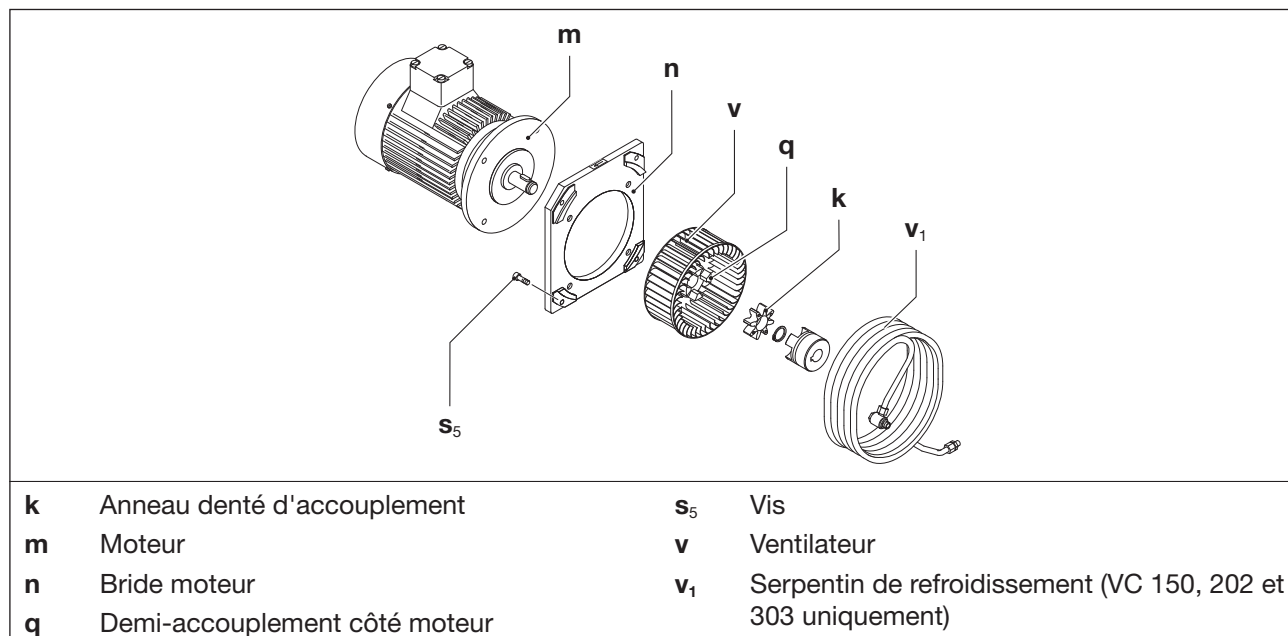

Fig. 9 Accouplement
L'anneau denté d'accouplement (Fig. 9/k) est sujet à l'usure et doit être contrôlé régulièrement (au moins 1 fois par an). À cette occasion, nettoyez toujours le serpentin de refroidissement (Fig. 9/v1) par soufflage.
- Desserrer les vis (Fig. 9/s5) de la bride moteur (Fig. 9/n).
- d) Extrayez dans le sens axial le moteur avec le demi-accouplement côté moteur (Fig. 9/q1) de la bride moteur (Fig. 9/n) et suspendez à l'aide d'un outil de levage.
- e) Contrôlez si l'anneau denté (Fig. 9/k) présente des dommages et des traces d'usure et remplacez-le si nécessaire.
- f) De temps en temps, il convient également de contrôler le ventilateur (Fig. 9/v) et vérifier s'il présente des dommages et, le cas échéant, le remplacer.
- h) Réinsérez l'anneau denté et le moteur avec le demi-accouplement côté moteur dans le sens longitudinal et fixez à l'aide des vis (Fig. 9/s5) sur la bride moteur (Fig. 9/n). Couple de serrage : M10 = 50 Nm; M12 = 90 Nm